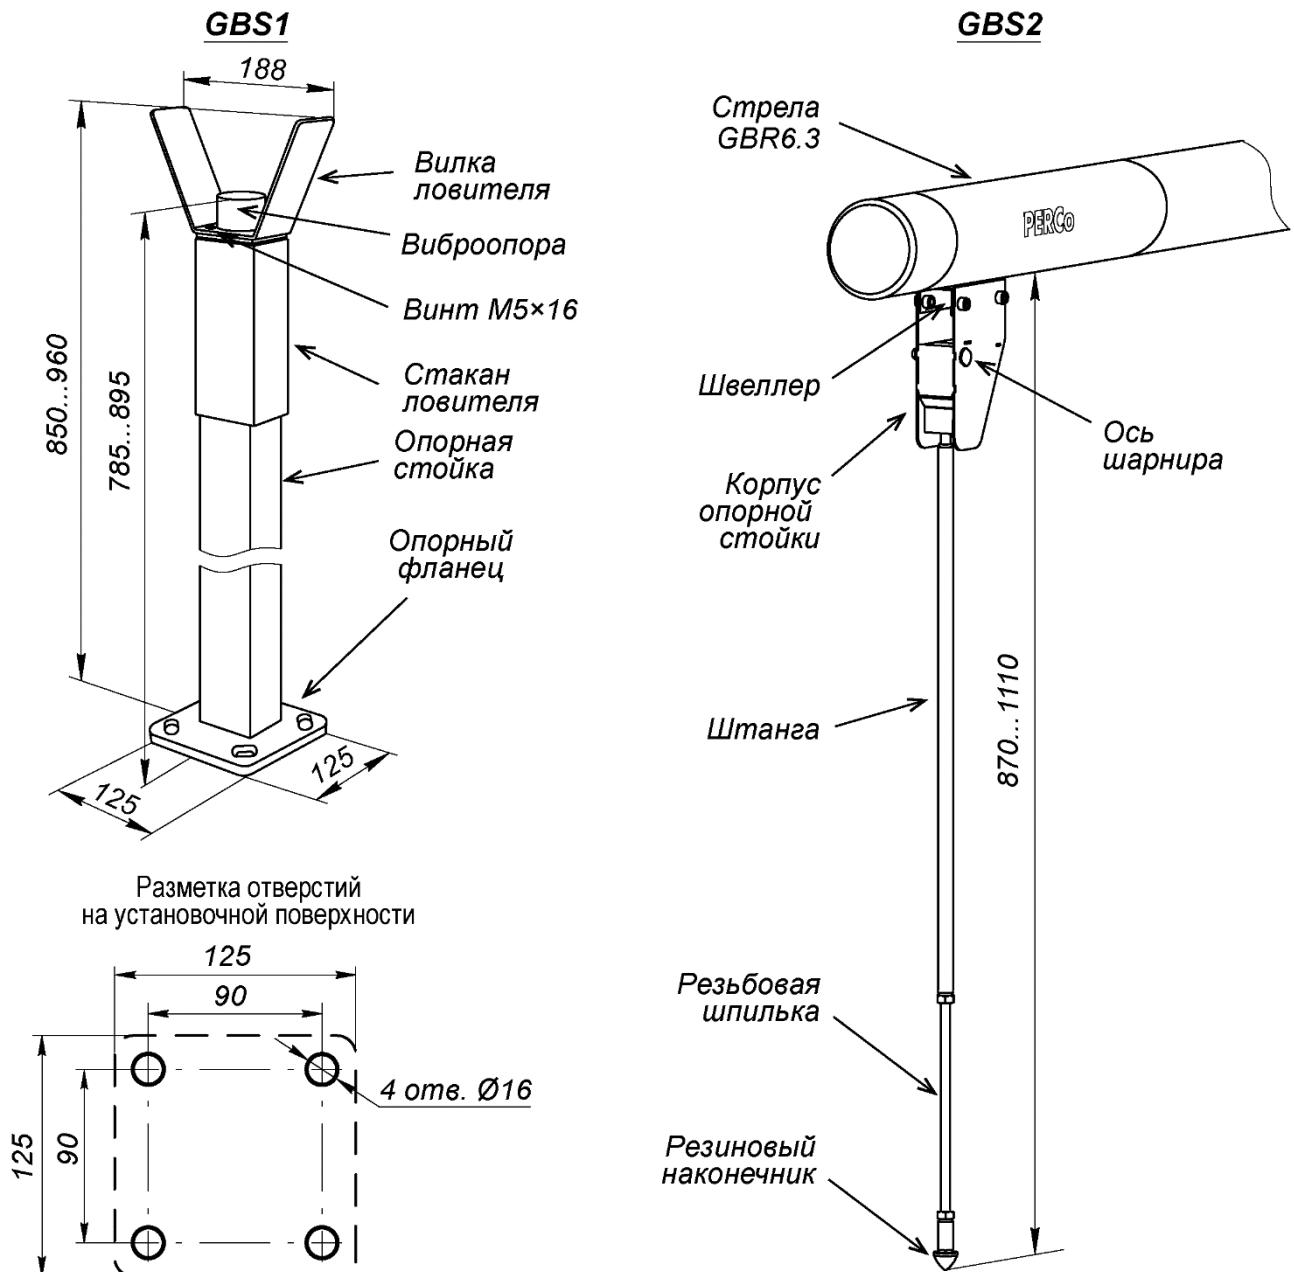

Рисунок 13. Внешний вид опорных стоек PERCo-GBS1 и PERCo-GBS2
Опорная стойка **PERCo-GBS1** состоит из стойки прямоугольного сечения с опорным фланцем и ловителя стрелы (см. рис. 13).
1. Выполните в установочной поверхности отверстия в соответствии с разметкой (рис. 13). Ось опорной стойки должна совпадать с продольной осью стрелы шлагбаума (обращаем внимание, не с осью стойки шлагбаума!, см. рис. 7). Размер отверстий на схеме указан для анкеров типа PFG IH10 («SORMAT»), при использовании других типов анкеров необходимо выполнять отверстия соответствующих им диаметра и глубины.
Вместо стационарной стойки **PERCo-GBS1** можно использовать подвесную опорную стойку **PERCo-GBS2**, которая крепится непосредственно на стреле шлагбаума (см. рис. 13). В вертикальном положении стрелы подвесная стойка складывается под собственным весом. При монтаже на стреле необходимо предварительно закрепить на заклепках монтажный швеллер из комплекта поставки опорной стойки (см. Инструкцию по монтажу из комплекта подвесной стойки), на который затем монтируется корпус опорной стойки.